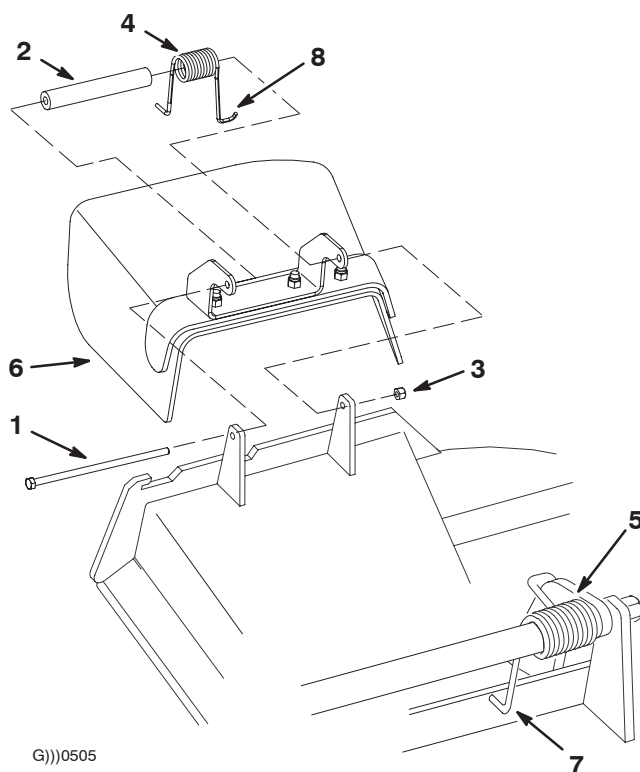

Figure 58
1. Retirez le contre-écrou, le boulon, le ressort et l'entretoise qui fixent le déflecteur aux supports de pivot (Fig. 58). Enlevez le déflecteur s'il est endommagé ou usé.
Remarque : Prenez soin de placer l'extrémité en **L** du ressort derrière le bord du plateau avant de mettre le boulon en place, comme indiqué à la Figure 58.
3. Remettez le boulon et l'écrou. Accrochez l'extrémité crochue en **J** du ressort au déflecteur d'herbe (Fig. 58).